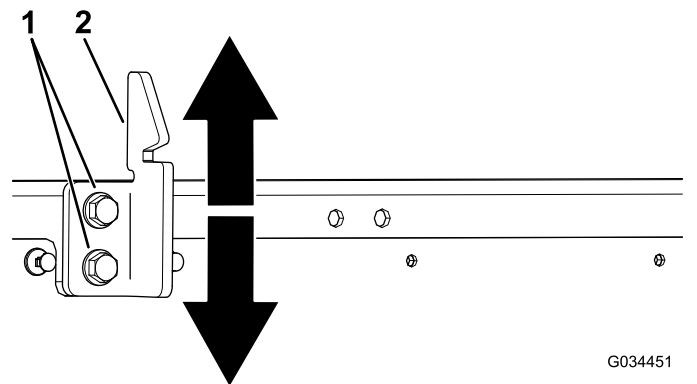

Figure 64
3. Desserrez les 2 boulons sur la gâche du loquet et montez ou descendez la gâche selon qu'elle est trop haute ou trop basse (Figure 64).
4. Serrez les 2 boulons de la gâche du loquet du plateau (Figure 64).